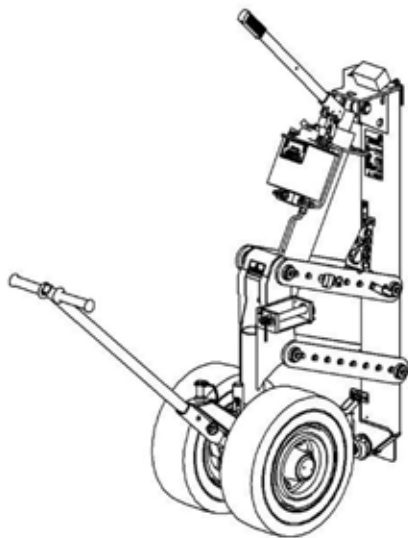

Figure 2 – Poignée de commande assemblée
1. Assemblez la *poignée de commande*. (Figure 2)